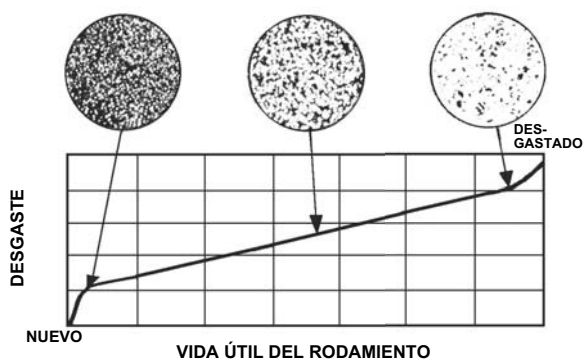

FIGURA 7-14.
- **Bujes cilíndricos** - inspeccione el color de la superficie. Consulte la Figura 7-14.